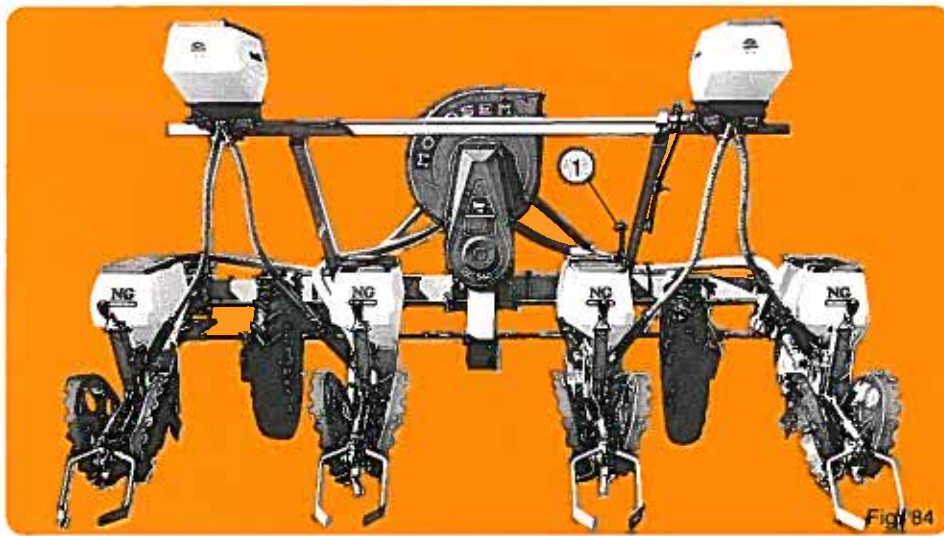

Fig. 84
- Fig. 84 pour la rampe standard arrière.
- Fig. 84 for the standard rear assembly.
- Abb. 84 für Standardausführung - Anbau hinten.
- Fig. 84 para la banda trasera estandar.